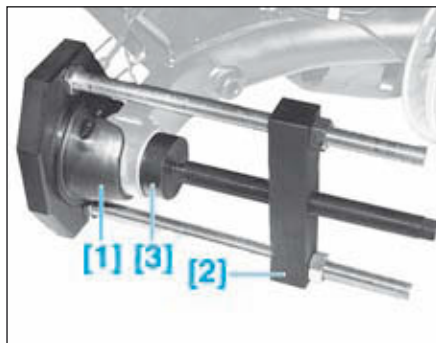

FIG.76
- Extraire l'articulation élastique à l'aide des outils [2] et [3] (Fig.76).